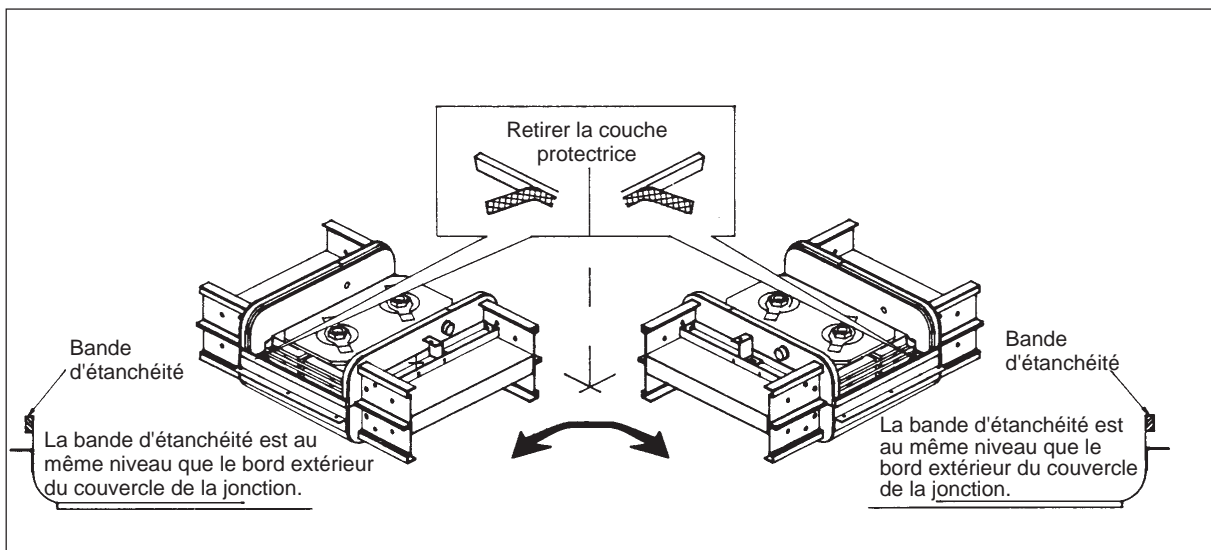

Figure 7
7. Retirer la couche protectrice des bandes d'étanchéité du couvercle (figure 7).